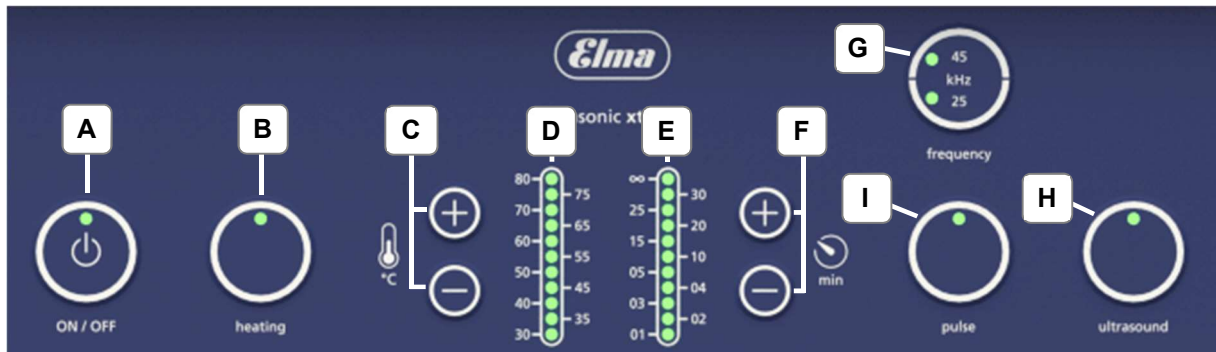

Abb. 4.9 Bedienblende
1. Schalten Sie die Taste *on/off* ein (*Abb. 4.9.A*), die grüne LED im Tastenfeld leuchtet
2. Schalten Sie die Taste *heating* ein (*Abb. 4.9.B*), die grüne LED im Tastenfeld leuchtet